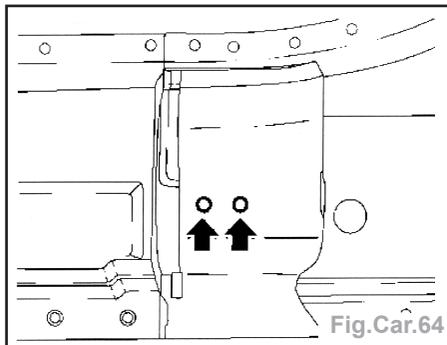

Fig.Car.64
- Fraiser les points de soudure du renfort du montant B et le séparer (Fig.Car.64).